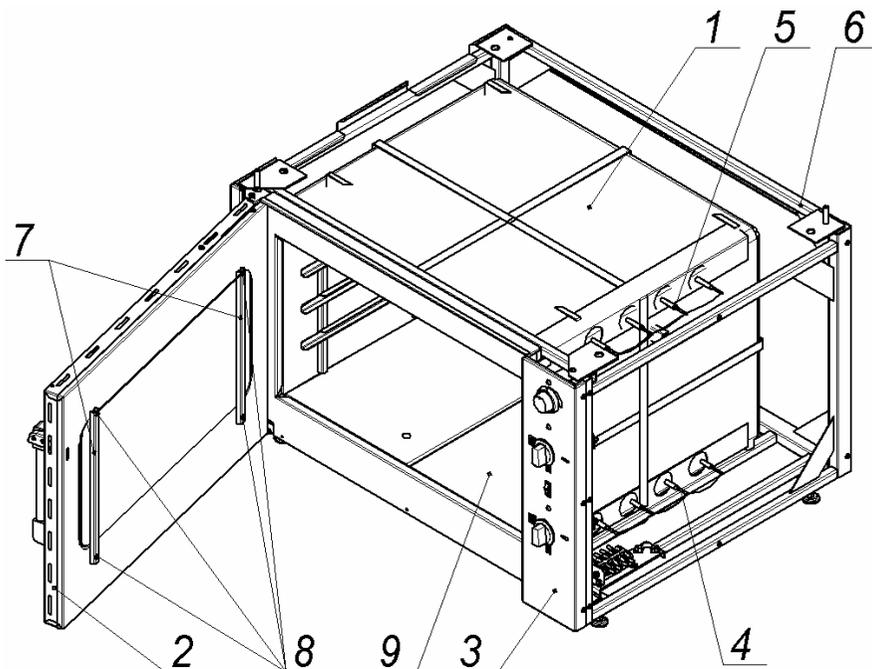
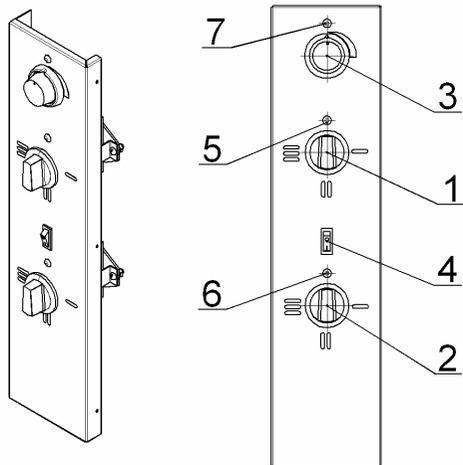

Рис.2
Рис.4
- снять панель управления (рис.2, поз.3) или снять правую облицовочную панель;
- Снять панель управления (рис.2, поз.3) или правую облицовочную панель;
4.5 Приборы управления и светосигнальная арматура размещены (рис.4) на снимаемой панели управления (рис.2 поз.3), которая расположена с правой стороны секции.
4.5.1 Ступенчатое регулирование мощности верхних и нижних ТЭНов осуществляется установкой ручек соответствующих переключателей (рис.4, поз.1, 2) в фиксированные положения обозначенные на панели управления символами I, II и III, что соответствует режимам нагрева ТЭНов: слабый, средний и сильный. При этом мощность ТЭНов изменяется следующим образом: 0,75 – 1,5 – 3,0 кВт. Отключение верхних и нижних ТЭНов производится установкой ручек соответствующих переключателей в положение «0» (на сигнальные лампы, рис.4, поз.5, 6).
Установка и автоматическое поддержание необходимой температуры (от 50 до 300⁰С) в камере осуществляется терморегулятором (рис.4, поз.3).
Переключатели верхних и нижних ТЭНов, а также терморегулятор снабжены сигнальными лампами (рис.4, поз.5, 6 и 7).
- открыть дверку и вынуть из камеры подовые короба (рис.2, поз.9);
7.7 После окончания приготовления продукта отключите напряжение, подаваемое на нагревательные элементы камеры, установив ручки переключателей верхних и нижних ТЭНов камеры (рис.4, поз. 1, 2) и лимб терморегулятора камеры в положение «0» (сигнальные лампы должны погаснуть).
7.2 Установите (по часовой стрелке) лимбами терморегуляторов (рис.4, поз.3) температуру в камерах шкафа, предусмотренную технологией приготовления продукта (должны загореться сигнальные лампы рис.4. поз.7).
7.3 Установите ручки переключателей (рис.4, поз.1, 2) нижних и верхних ТЭНов в положения I, II или III (должны загореться сигнальные лампы рис.4, поз.5, 6).